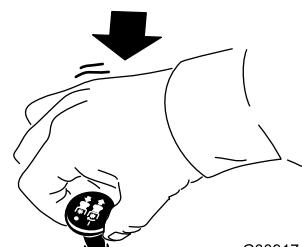

Figura 22
1. Disinserite le lame spostando il comando delle lame in posizione di SPEGNIMENTO (Figura 22).